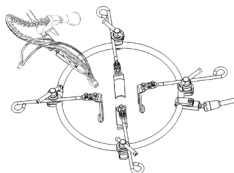

Figure 8
- Le **bras flexible du câble d'éclairage** peut être positionné à volonté et réajusté selon les besoins. Serrez la grosse molette bleue pour immobiliser le bras dans sa position (Figure 8).